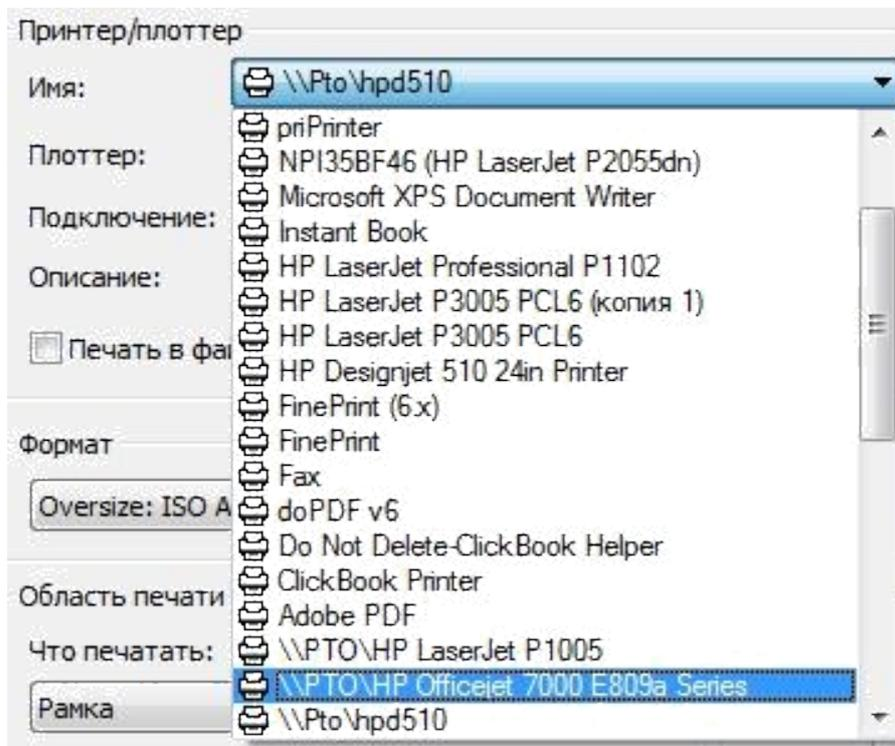

Рисунок 11.3. Раскрывающийся список принтеров вкладки «Имя принтера/плоттера».
- Открываем список доступных принтеров, щёлкая по треугольнику вкладки Имя Принтера, см. Рисунок 11.3.